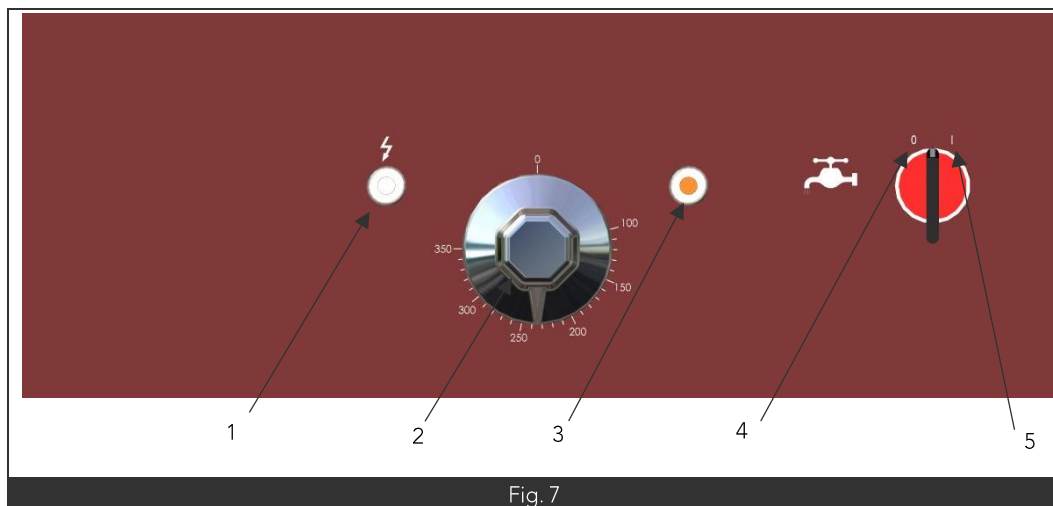

Fig. 7
- L'appareil étant sous tension le voyant blanc s'allume (Fig7 Rep1)
- Mettre la manette du commutateur du ruissellement sur la position marche (Fig7 Rep5) pour faire circuler l'eau dans la gorge périphérique.
- Régler la température du thermostat en agissant sur la manette électrique (Fig7 Rep2).
- Le voyant orange s'éclaire indiquant la chauffe des résistances (Fig7 Rep3) et s'éteint lorsque celle-ci sont aux températures désirées.
- Pour arrêter le ruissellement d'eau tourner la manette du commutateur sur la position arrêt. (Fig7 Rep4)